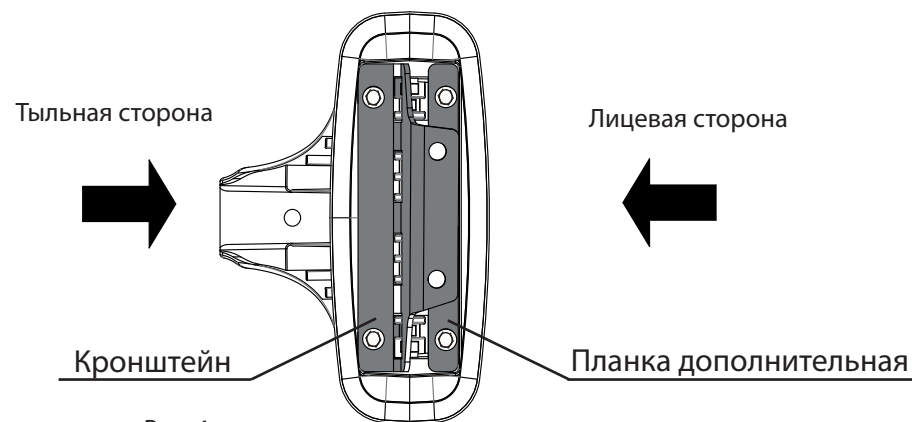

Рис. 4
2.4 Вставьте в пазы опоры закладные прямоугольные гайки. С помощью винтов установите гофру, кронштейн и дополнительную планку на опоре (рис.3). Кронштейн устанавливайте в отверстия, находящиеся ближе к тыльной стороне корпуса опоры (рис.4), так чтобы наклейка на кронштейне находилась с лицевой стороны опоры. Дополнительная планка устанавливается в отверстия, находящейся ближе к лицевой стороне корпуса опоры. Обратите внимание: на наклейке указано место установки опоры на крыше автомобиля. Гофра показана схематично.